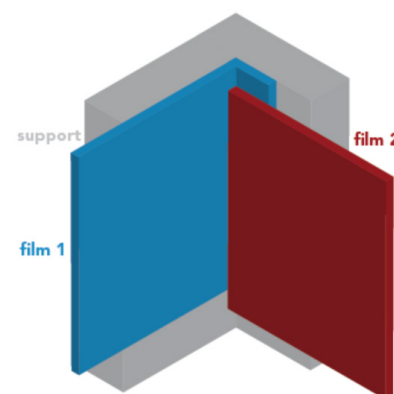

Figure 02
- › Pose d'un coin (FIG. 02) : Poser le premier mur en effectuant un retour de 2-3 cm sur le mur perpendiculaire (film 1). Puis poser le film sur le second mur (film 2), en amenant celui-ci jusqu'au coin.